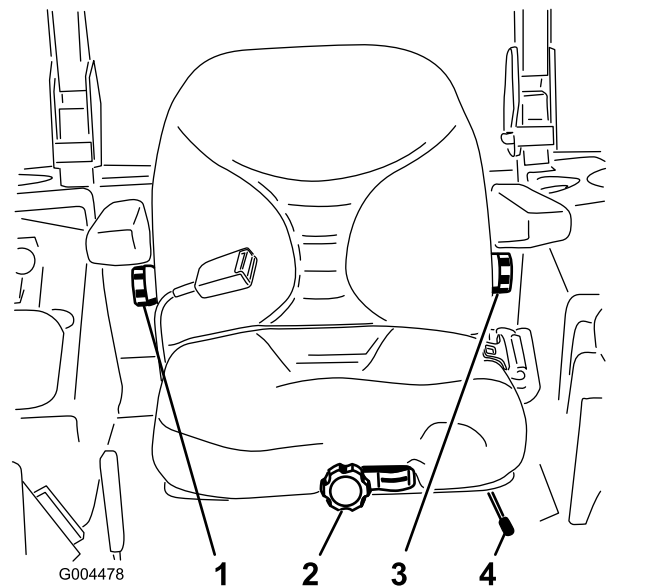

Figura 14
1. Para ajustar el asiento, mueva la palanca lateralmente para desbloquear el asiento (Figura 14).
Para ajustar el respaldo del asiento, gire el pomo situado debajo del reposabrazos derecho en cualquier sentido hasta encontrar la posición más cómoda (Figura 14).
Para ajustar el respaldo del asiento, gire el pomo situado debajo del reposabrazos izquierdo en cualquier sentido hasta encontrar la posición más cómoda (Figura 14).